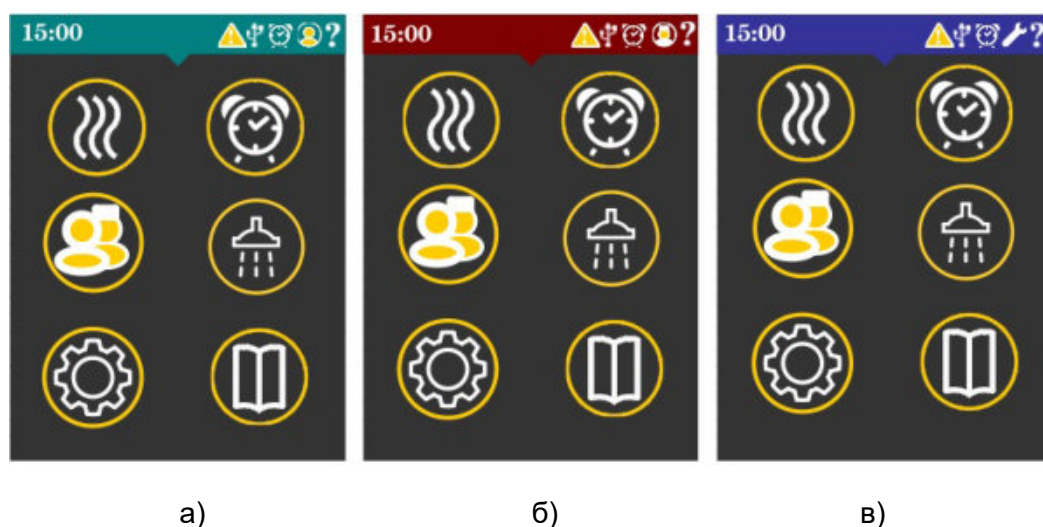

Рис. 8 Главные меню основного экрана для разных уровней доступа
После загрузки программного обеспечения на экране панели управления печи выводится «Главное меню» (рис. 8 а) и включается освещение камеры. В зависимости от уровня доступа варьируется доступ к функциональным клавишам «Главного меню».
Уровень доступа «Пользователь» (рис. 8а) позволяет осуществлять работу только по ранее сохраненным пользовательским программам приготовления и осуществлять запуск мойки печи.
Уровень доступа «Повар» (рис. 8б) позволяет создавать и редактировать программы приготовления, запускать мойку печи, осуществлять перенос рецептов приготовления с печи на «USB-диск» и с «USB-диска» на печь, задавать дату, время и регулировать уровень громкости информационного сигнала печи.
Уровень доступа «Сервис» (рис. 8в) предназначен для обслуживания печи сервисными службами.
- «Подтверждение пароля». После правильного ввода пароля «Главное меню» изменится (рис. 8в).
В «Главном меню» (рис.8а) нажмите кнопку  - «Приготовление». «Главное меню» сменится на меню «Приготовление» (рис.16), со списком программ приготовления.
Дождитесь появления «Главного меню» (рис.8а).
Нажмите кнопку  - «Приготовление» в «Главном меню» (рис. 8а) - откроется меню «Приготовление» (рис. 16).